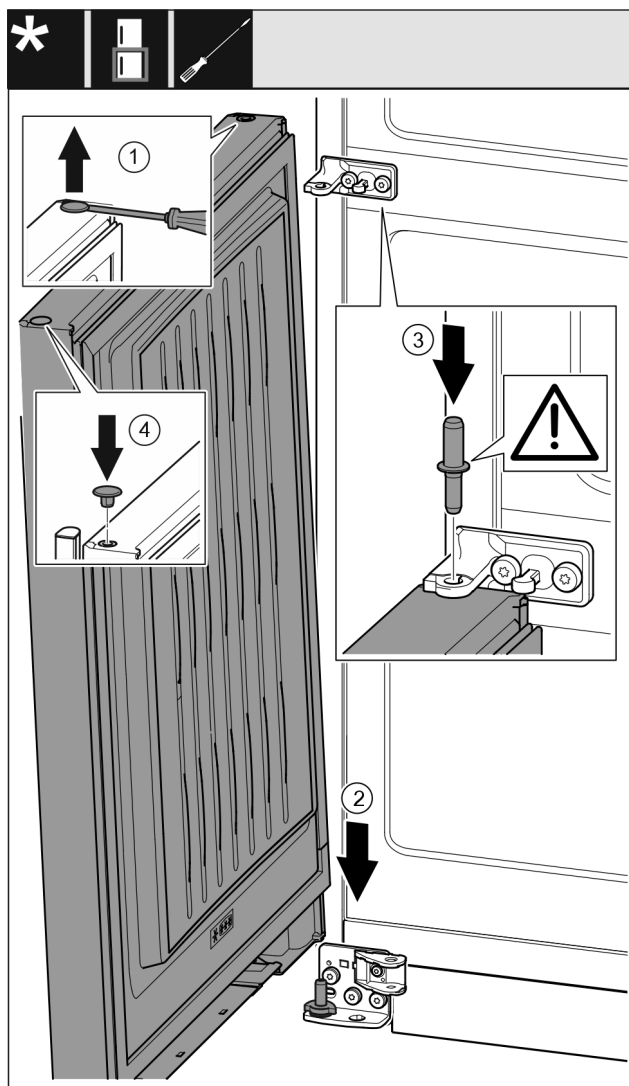

Fig. 48
- Sollevare il tappo Fig. 48 (1) con cautela con un cacciavite a intaglio ed estrarlo.
- Inserire la porta Fig. 48 (2) dall'alto sul perno di supporto inferiore.
- Inserire il perno di supporto centrale Fig. 48 (3) attraverso il blocco di supporto centrale nella porta inferiore. Facendo ciò assicurarsi che la camma di arresto sia rivolta all'indietro.
- Reinserire il tappo Fig. 48 (4) sull'altro lato della porta.